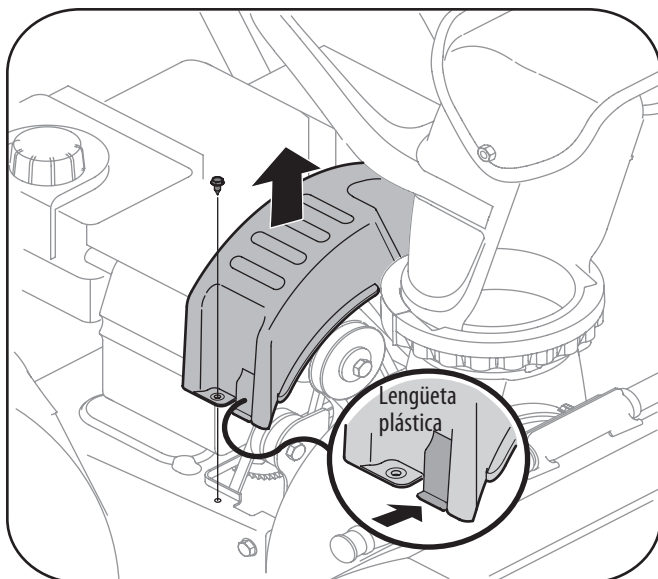

Figura 7-1
3. Retire el tornillo autorroscante que se muestra en la Figura 7-1, y presione las lengüetas plásticas para soltar la cubierta de la correa. Tire de la cubierta de la correa hacia arriba y hacia afuera sacándola de alrededor del motor y el montaje del canal. Déjela separada y guárdela.